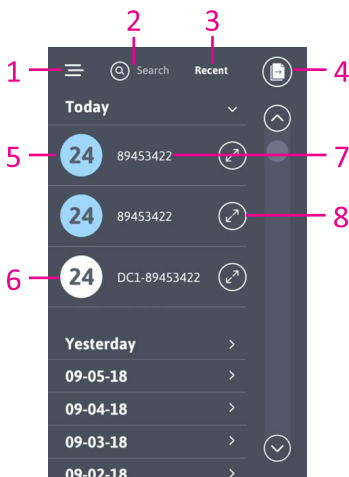

Abbildung 18
Das Ergebnisprotokoll ist so organisiert, dass die neuesten Testergebnisse zuerst angezeigt werden. Die in Abbildung 18 dargestellten Symbole von links nach rechts und von oben nach unten stehen für Folgendes:
4. Das Symbol „Dokumente“ in der oberen rechten Ecke dient zum Exportieren der Aufzeichnungen der letzten 7 Tage, entweder zum Ausdrucken oder elektronisch über USB (Abbildung 18)
Einträge können wie in Abbildung 18 dargestellt jeweils für 7 Tage oder wie in Abbildung 19 dargestellt einzeln exportiert werden. Wenn Sie das Symbol „Dokumente“ ausgewählt haben, wird in beiden Fällen der Bildschirm „Auswahl exportieren“ angezeigt (Abbildung 20):